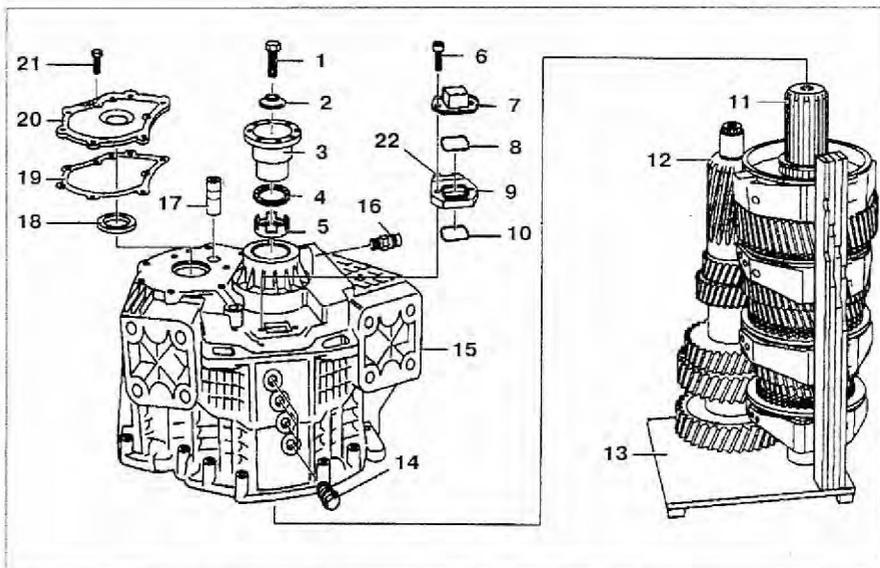

Рис. 4.66. Задняя часть коробки передач:
2. Вставьте заднюю часть коробки передач **15** с двумя валами на опорную плиту **13** (рис. 4.66).